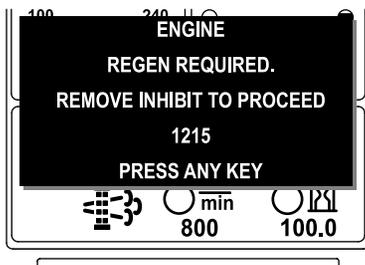

Figure 11
**Remarque:** Si vous programmez l'InfoCenter pour interdire la régénération, l'InfoCenter affiche ADVISORY #1215 (avis n° 185) (Figure 11) toutes les 15 minutes tandis que le moteur demande une régénération commandée.